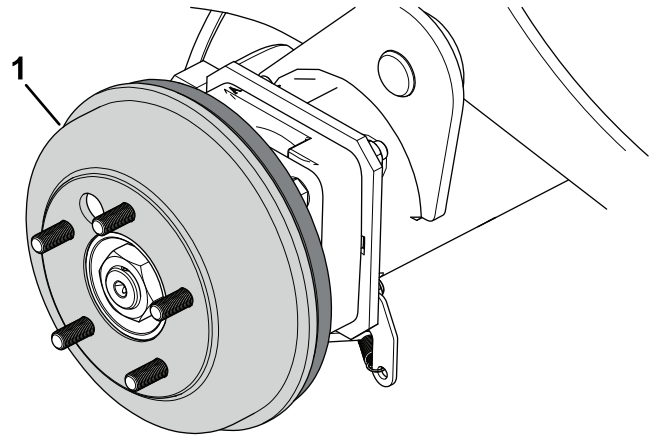

Figure 71
4. Déposez les tambours de frein (Figure 71) à la main.